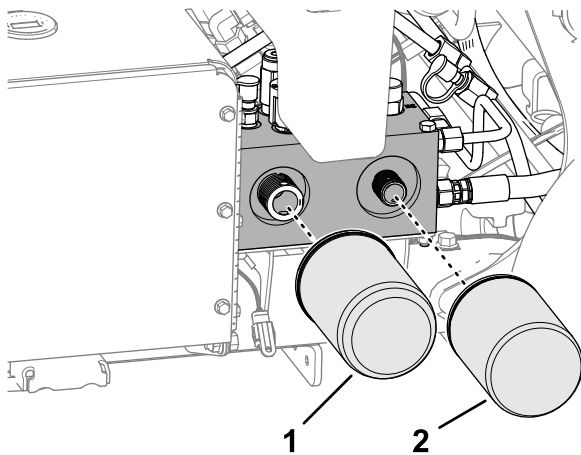

**Figura 170**
2. Collocate una bacinella di spurgo sotto i filtri, togliete i filtri usati e pulite la guarnizione di riduzione del filtro (Figura 170).